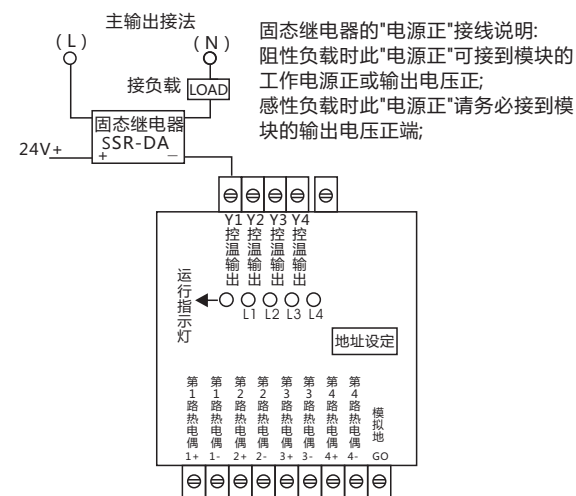

图3 温控模块接线图
- 2、连接电阻性负载（例如固态继电器）或感性负载（例如电磁继电器）时可按图3接线,请注意接线说明.感性负载的接法会接通模块内的续流二极管。